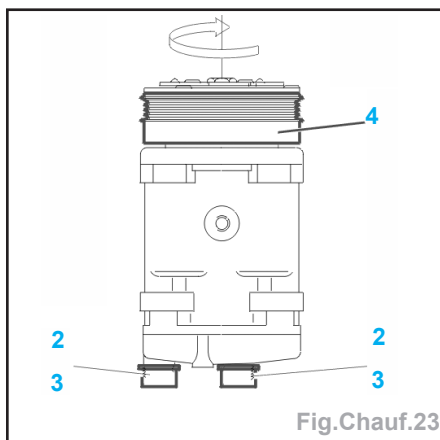

Fig.Chauf.23
- Poser des bouchons vissés (3) sur l'entrée et la sortie (2) du compresseur (Fig.Chauf.23).